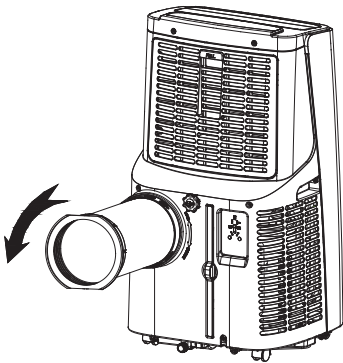

Abbildung 1
1. Installieren Sie das Wärmerohr (wie in Abb. 1 dargestellt)
- Stecken Sie die Wärmerohr-Baugruppe (das Ende der Abluftrohrverbindung) in den Lüftungsschlitz der Rückwand (nach linksdrücken) und vervollständigen Sie den Zusammenbau (wie in Abbildung 1 gezeigt).